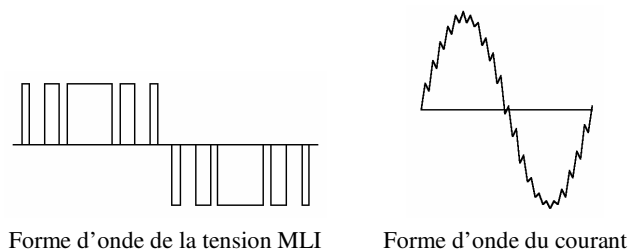
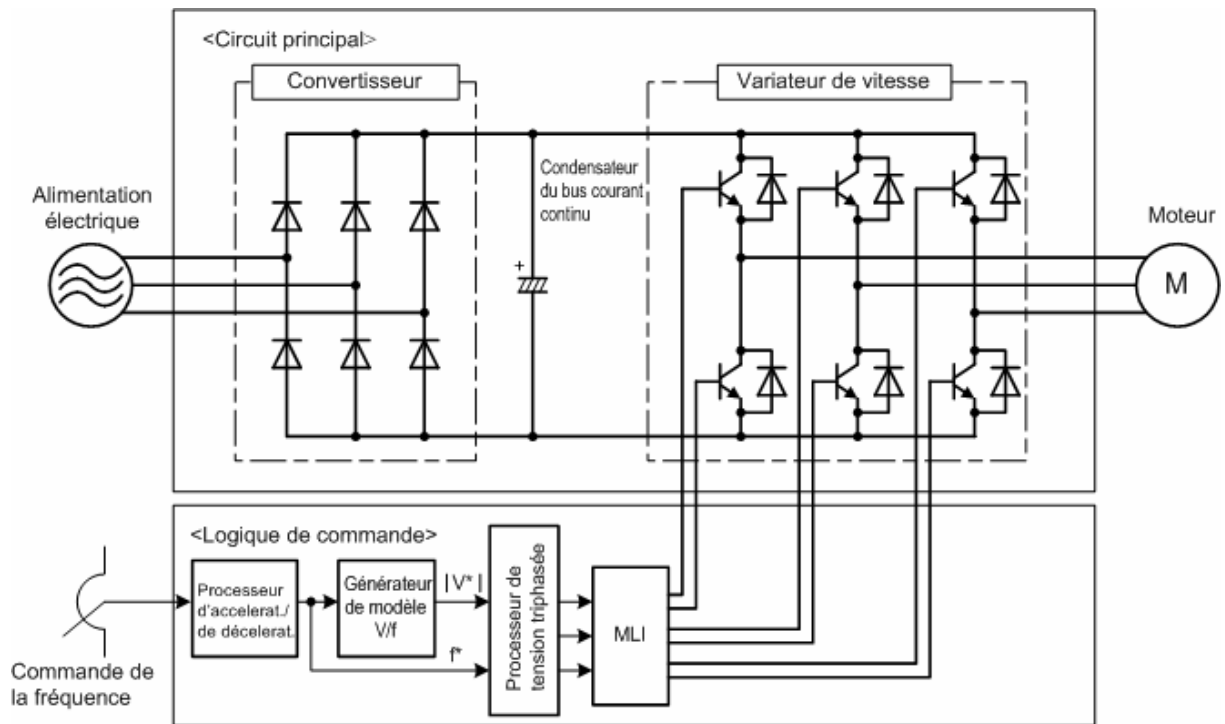

Figure 1.3 Formes d'ondes du courant et de la tension de sortie du variateur de vitesse
Figure 1.4 Schéma fonctionnel de la série FRENIC-Eco
Comme le montre la figure 1.4, la section du convertisseur convertit la puissance industrielle d'entrée en puissance continue grâce à un rectificateur d'onde. Celui-ci est alors utilisé pour charger le condensateur du bus courant continu (condensateur réservoir). La portion du variateur de vitesse module l'énergie électrique chargée dans le condensateur du bus courant continu par une modulation de largeur d'impulsions (MLI), et approvisionne la sortie du moteur. (La fréquence de basculement MLI est appelée « fréquence de découpage. ») La tension appliquée aux bornes du moteur a la forme d'onde présentée à gauche sur la figure 1.3 (« forme d'onde de la tension MLI »), et consiste en cycles alternés de trains d'impulsions positifs et négatifs. Par ailleurs, le courant qui traverse le moteur a la forme d'onde d'un courant alternatif (AC) relativement lisse grâce à l'inductance de la bobine du moteur. Celle-ci est représentée sur la figure 1.3, à droite (« forme d'onde du courant »). La section de logique de commande contrôle le MLI afin de rendre la forme d'onde du courant aussi proche que possible d'une onde sinusoïdale.